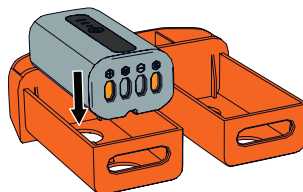

Figura 14
5. Vuelva a instalar las cubiertas y vuelva a insertar las cajas para batería en el compartimento de la batería. Asegúrese de que el extremo con las aberturas esté alineado con la abertura de la parte posterior del compartimento de la batería. (Figura 14)